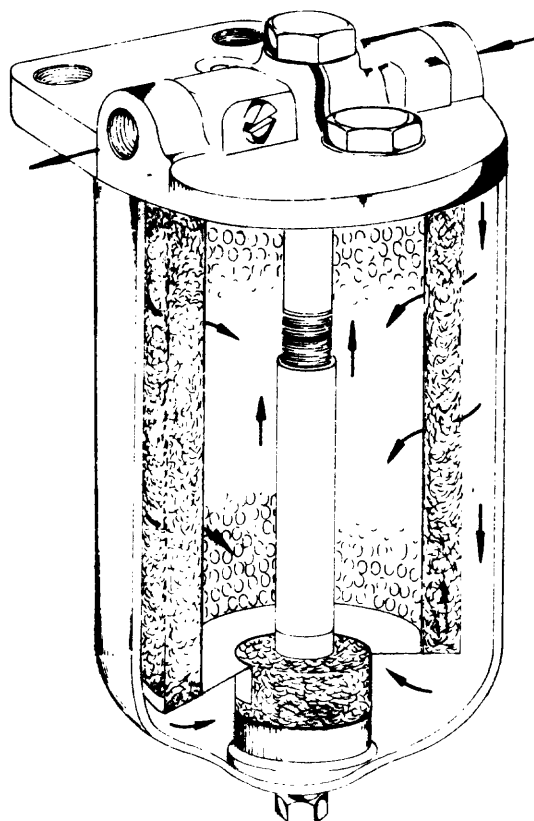

Fig. 8
*Funcionamiento del filtro principal de combustible (fig. 8)*